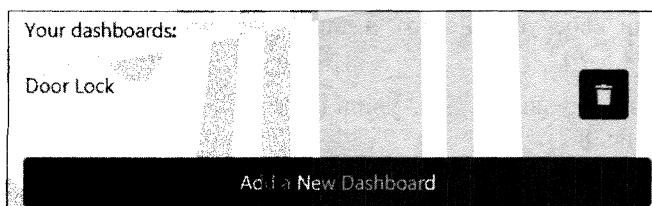

Рис. 8.4. Добавление новой панели управления
2. После создания учетной записи добавьте первую панель управления (рис. 8.4).